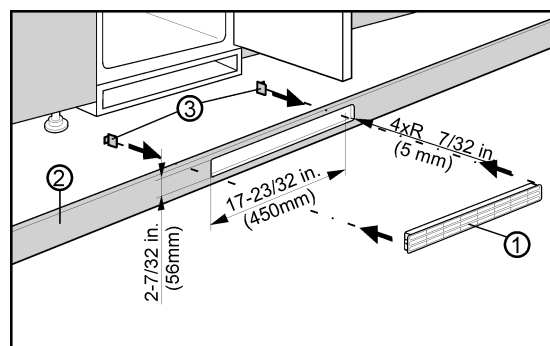

Fig. 3
La ventilación inferior a través del fondo del mueble de cocina se puede practicar con la rejilla de aire Fig. 3 (3) suministrada o mediante un orificio de ventilación con un área de sección transversal de al menos 31 pulg² (200 cm²). Si utiliza la rejilla de aire Fig. 3 (1) suministrada, proceda de la siguiente manera:
- Instale la rejilla de aire *Fig. 3 (1)* en el hueco del fondo del mueble de cocina *Fig. 3 (2)*.
- Inserte los conectores de resorte *Fig. 3 (3)* por detrás en la rejilla hasta que los ganchos toquen el fondo del mueble de cocina.